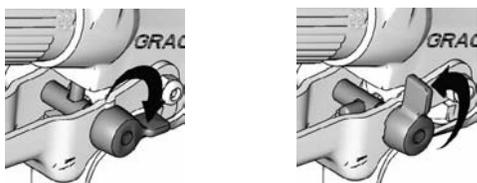

Fig. 1 **SEGURO ACTIVADO** **SEGURO DESACTIVADO**
1. Coloque la palanca del seguro del gatillo de la válvula en línea en la posición SEGURO ACTIVADO. Fig. 1.
3. Coloque la palanca del seguro del gatillo de la válvula en línea en la posición SEGURO DESACTIVADO. Fig. 1.
6. Coloque la palanca del seguro del gatillo de la válvula en línea en la posición SEGURO ACTIVADO. Fig. 1.
Para la posición SEGURO ACTIVADO, gire la palanca del seguro de forma que quede alineada con el gatillo. Para la posición SEGURO DESACTIVADO, levante la palanca del seguro de forma que quede formando un ángulo de 90° con el gatillo. Fig. 1.
1. Coloque la palanca del seguro del gatillo de la pistola Pole en línea en la posición **SEGURO ACTIVADO**. Fig. 1.
3. Coloque la palanca del seguro del gatillo en posición **SEGURO DESACTIVADO**, y dispáre la válvula en línea hacia el interior de un cubo o hacia el suelo para eliminar la obstrucción. Fig. 1.
4. Coloque la palanca del seguro del gatillo en posición **SEGURO ACTIVADO** (Fig. 1), y gire la llave con forma de flecha (Fig. 4) hasta la posición **PULVERIZAR**.